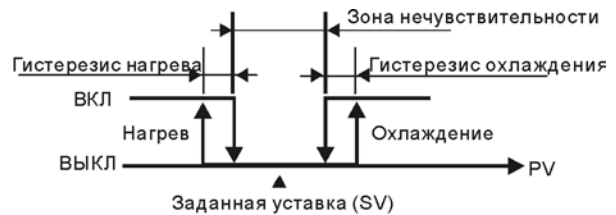

Рис. 1. Двухконтурное управление при релейном регулировании (ВКЛ/ВЫКЛ)
**dEAd:** Этот параметр определяет ширину зоны нечувствительности относительно заданной уставки (см. рис. 1, 2, 3).